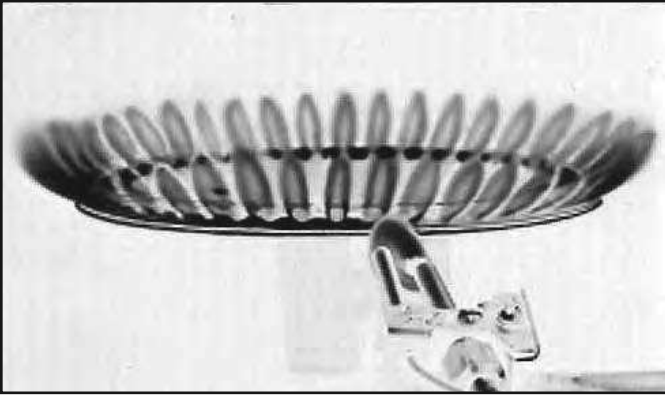

Figura 6. — Quemador y con figuración de la llama del piloto
B. Inspeccione visualmente el quemador una vez al año, mientras lo está encendiendo, y la llama del quemador del piloto con el quemador principal apagado. (Consulte la Figura 6 o 7 para verificar la configuración de la llama normal.) Si se nota que el quemador está operando en forma fuera de lo común, se debe apagar el termo hasta que se pueda obtener asistencia de servicio autorizado de Rheem Chile.